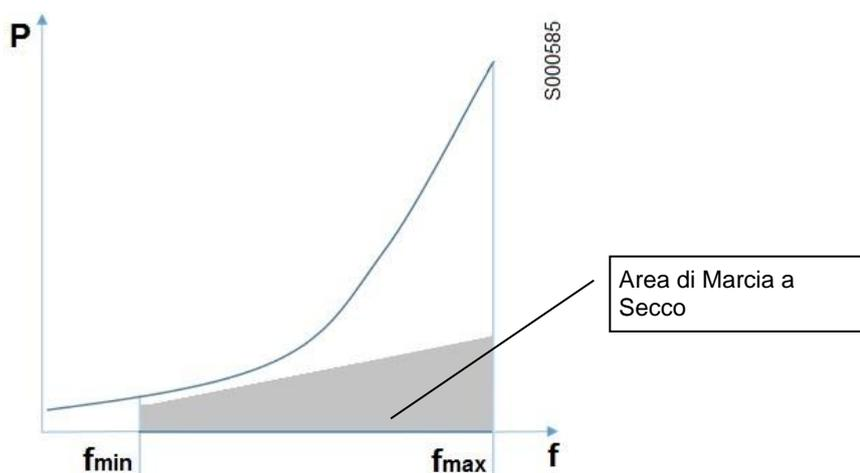

Figura 37: Area definita per il rilevamento della condizione di marcia a secco
- funzionamento in area di Marcia a Secco (vedere Figura 37)
Function	Velocità a cui si tara il primo punto (fmin, vedere Figura 37) per definire l'area della funzione Marcia a Secco. Espressa in percentuale di C015 : frequenza nominale del motore.
Function	Valore della misura per il rilevamento della condizione di Marcia a Secco, scelta in P710 , alla velocità di primo punto P710a (fmin, vedere Figura 37).
Function	Velocità a cui si tara il secondo punto (fmax, vedere Figura 37) per definire l'area di intervento della funzione Controllo Marcia a Secco. Espressa in percentuale di C015 : frequenza nominale del motore.
Function	Valore della misura per rilevamento della condizione Marcia a Secco, scelta in P710 , alla velocità di secondo punto P710c (fmax, vedere Figura 37).